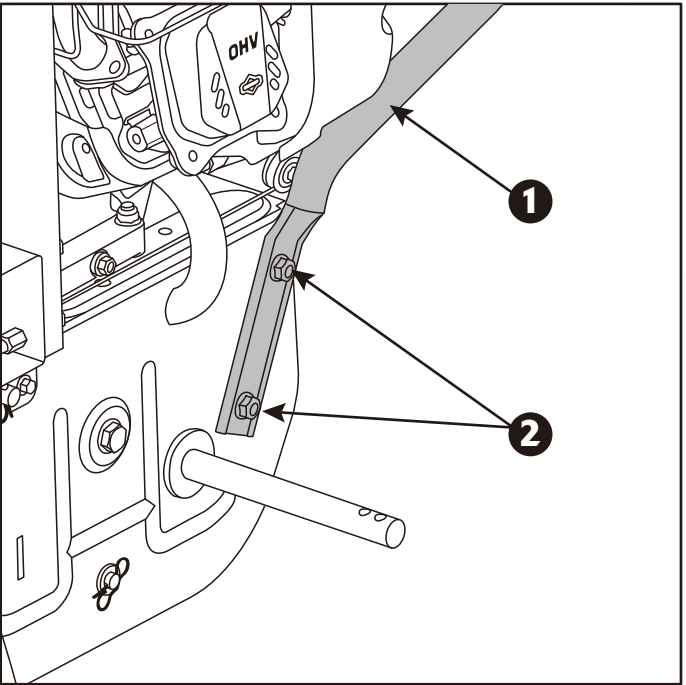

Figura 2B
- Fije el mango inferior hacia la parte inferior de la sopladora de nieve con dos tornillos. (Figura 2B)